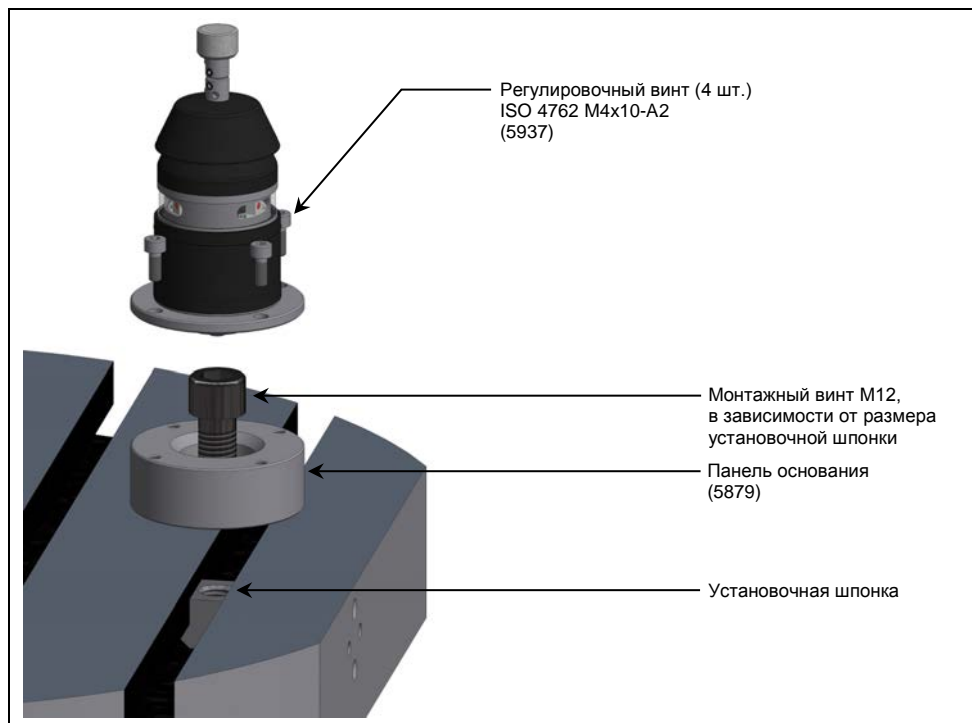

рис. 15 Монтаж с панелью основания
1. Выкрутите 4 регулировочных винта (рис. 15), чтобы отсоединить систему измерения инструментов от панели основания.
2. Смонтируйте панель основания с помощью монтажного винта (рис. 15) и установочной шпонки на столе станка.
3. Снова смонтируйте систему измерения инструментов на панели основания и вкрутите 4 регулировочных винта (рис. 15).